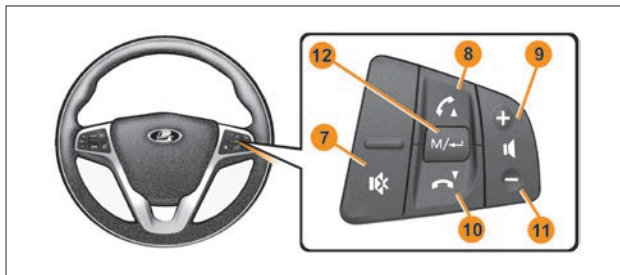

Рис. 2. Блок управления мультимедийной системой
- выключатель «**M/↔**» – выбор источника (радио/USB/SD), (рис. 2, поз. **12**);